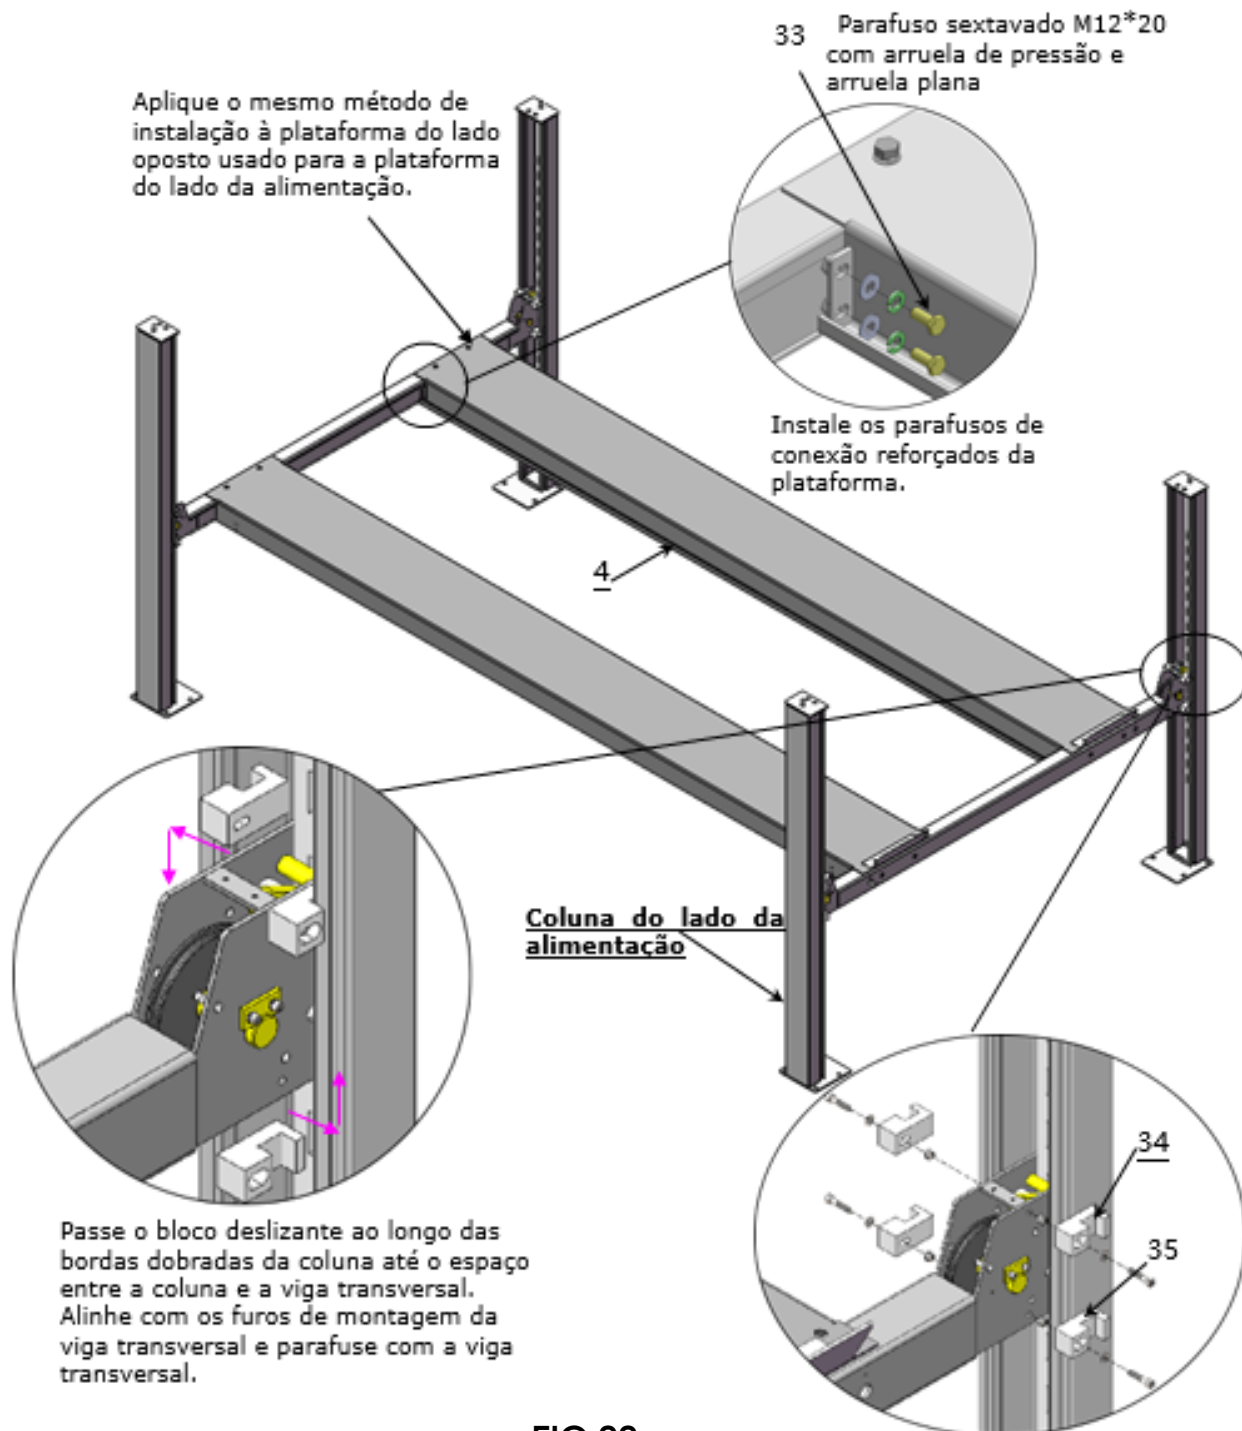

FIG.22
H. INSTALE A PLATAFORMA DO LADO DE FORA E O CONTROLE DESLIZANTE DE LIMITE (VER FIG. 22).